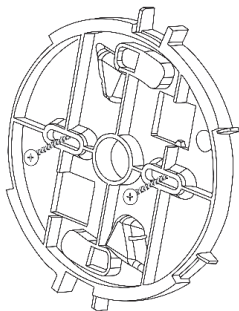

Figura 3
3. Con los orificios de montaje como plantilla, fijar el soporte de montaje a la superficie de montaje (ver Figura 3).